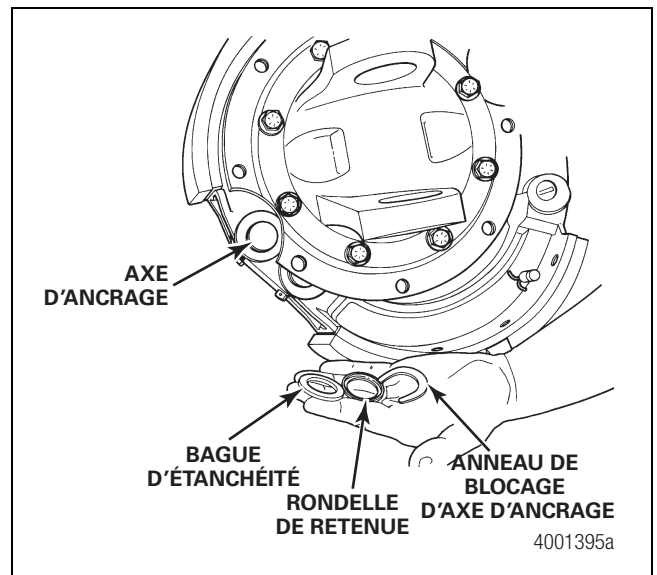

Figure 3.25
7. Retirer l'anneau de blocage fixant le segment de frein à l'axe d'ancrage. Retirer la bague d'étanchéité et la rondelle de retenue de bague d'étanchéité de l'axe d'ancrage. Figure 3.25.